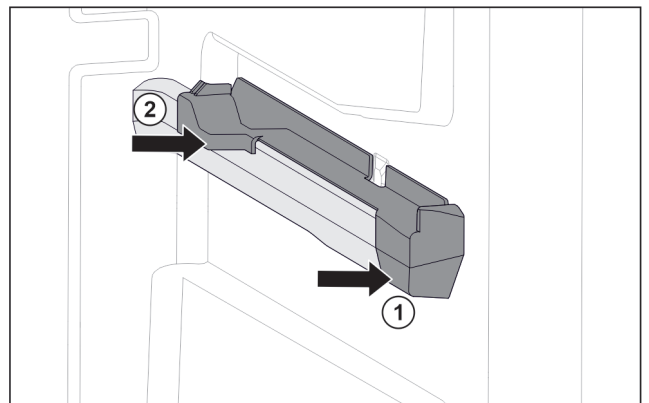

Fig. 55 Вставна частина на правому ребрі для резервуару
- ▶ Одягти вставну частину вперед на ребро резервуару. Fig. 55 (1)
- ▶ Притиснути вставну частину позаду. Fig. 55 (2)